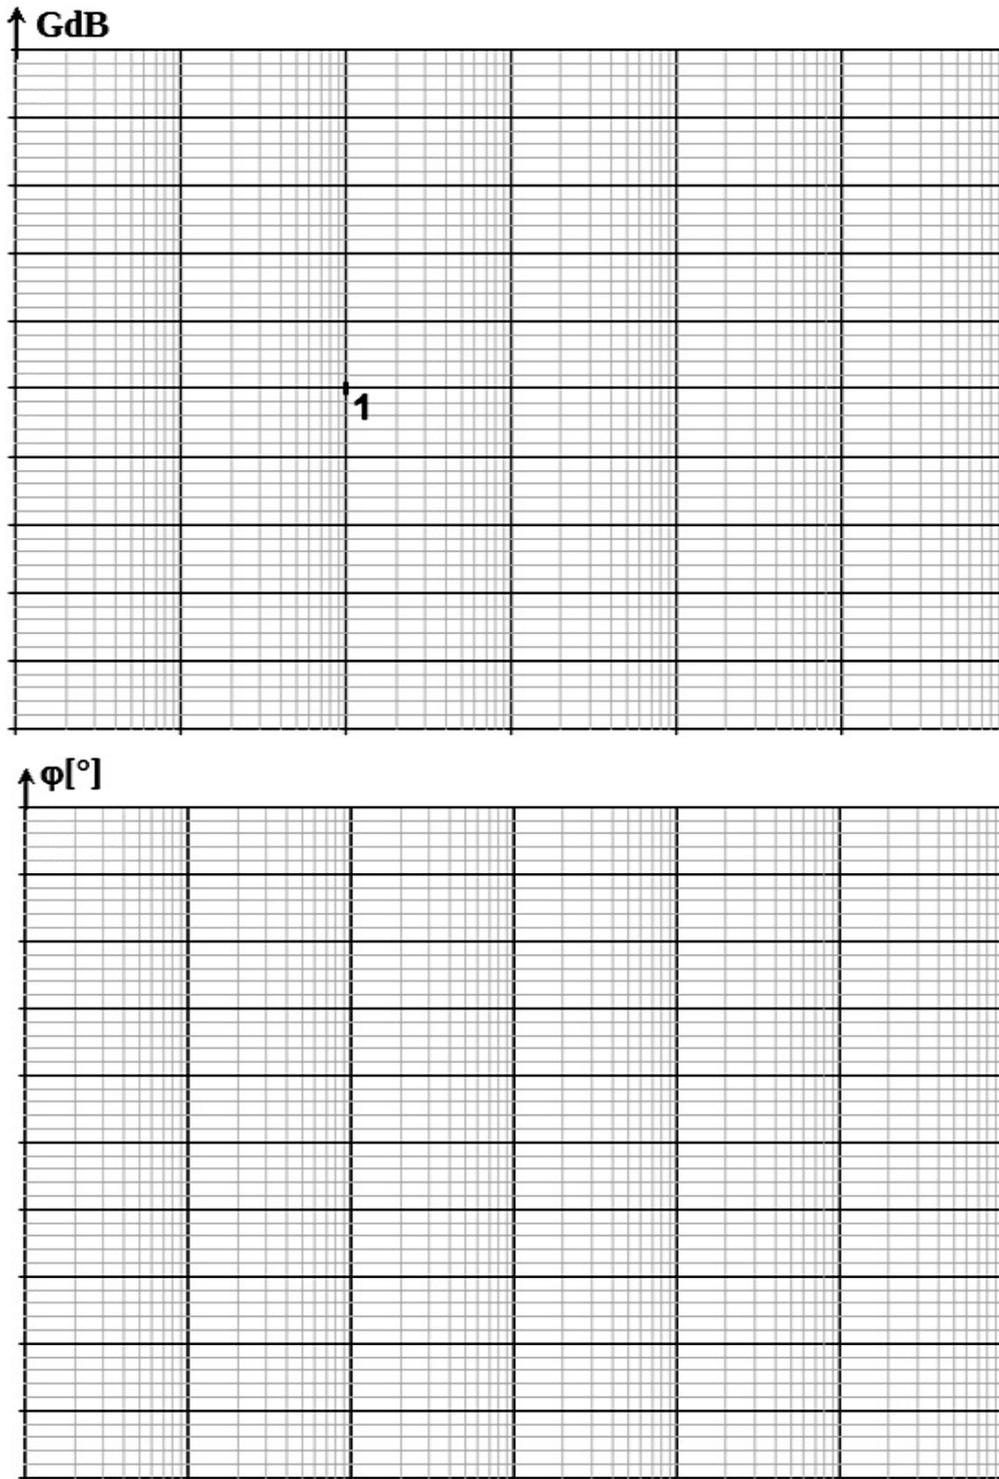

Figure 8
Q16 : Tracer sur la figure 8 l'allure du diagramme asymptotique des diagrammes de Bode de la FTBO $\frac{M(p)}{\varepsilon(p)}$ pour $K = 1$ (Vous choisirez vous même les échelles pour le gain et le déphasage, seul $\omega = 1 \text{ rad/s}$ est imposé. Vous indiquerez clairement les pulsations de cassure ainsi que les pentes de gain et les déphasages).
- Q17 :** Tracer les courbes réelles du diagramme de Gain en dB et de phase sur la figure 8. En déduire graphiquement les marges de phase et de gain.